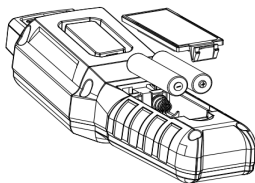

Рисунок 6
- a. Используются две батареи AAA 1,5 В (см. рисунок 6).